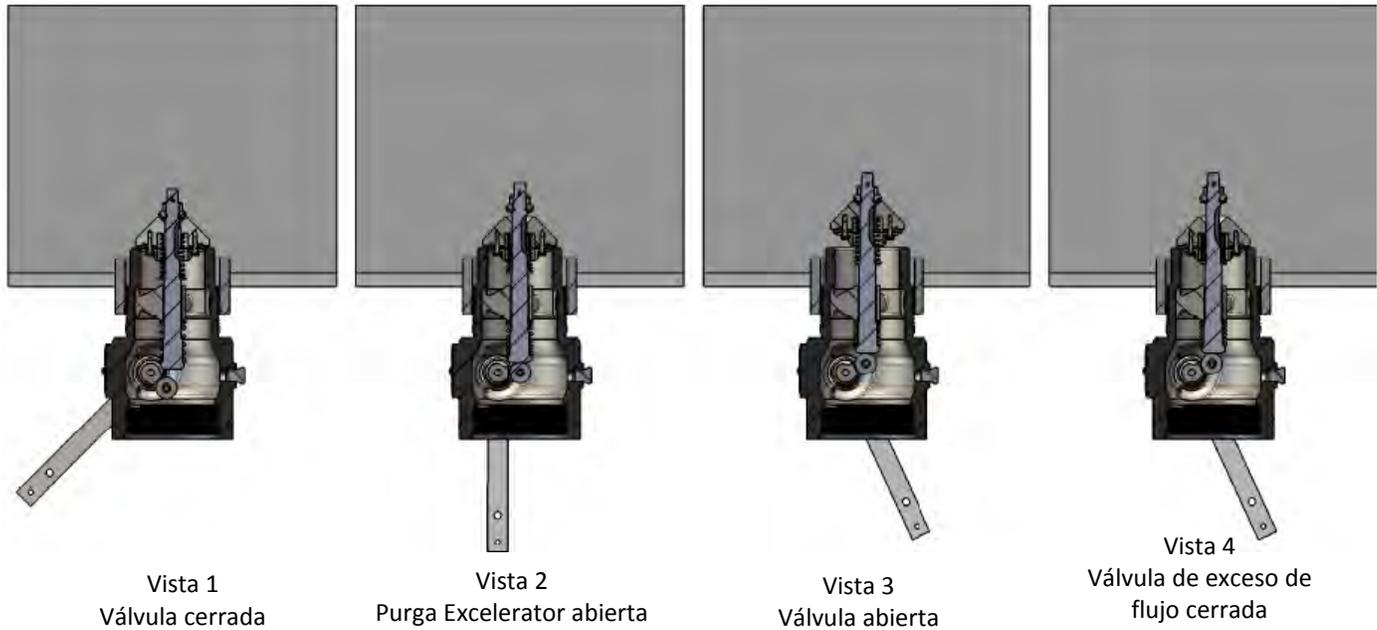

Figura 3: Esquema de operación
3. Mueva la palanca a la posición medio abierta (eigualización rápida) (Figura 3, vista 2) para eequalizar la presión. Cuando el cabezal principal de la válvula haga clic y se abra, mueva la palanca de operación a la posición totalmente abierta.
### Principio de operación (Figura 3)
Consulte el esquema en la Figura 3. En la Figura 3, Vista 1, la válvula se mantiene cerrada tanto por la presión del tanque como por el resorte de cierre de la válvula. No hay fugas más allá de las juntas en el cabezal a la salida de la válvula en esta posición.
La válvula se abre moviendo la palanca de operación hasta aproximadamente el punto medio en su carrera de 70° (Figura 3, Vista 2). Esto permite que la leva coloque la parte de equalización del vástago de válvula en la abertura del piloto, lo que permite que una mayor cantidad de producto purgue aguas abajo que si la palanca de operación se moviera a la posición totalmente abierta.
Cuando las presiones del tanque y aguas abajo se han igualado en la posición de purga, (después de unos segundos), el resorte de exceso de flujo abre el cabezal principal de la válvula (Figura 3, Vista 3) y la palanca de operación se puede mover a la posición totalmente abierta.